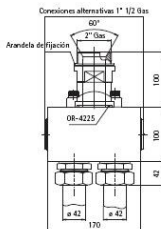

Fig. 1 Racor de tres vías
- Racor especial de tres vías, según diseño OMARLIFT (ver Fig. 1). El racor presenta una rosca macho de 2" que debe ser acoplada a la válvula VP 200 y dos racores de extremidad con anillo de cierre, chaflán a 24° y tuerca loca M52 x 2. Estos dos racores pueden montarse en paralelo en el mismo lado o sobre dos lados opuestos (intercambiando los racores con los tapones). Las dos salidas con racores de extremidad pueden ser con tubos rígidos diámetro 42 o bien con tubo flexible 1" 1/2 (ver tablas en esta página).